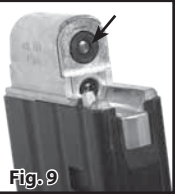

Fig. 9
2. Aplique una gota de RMCOIL en la junta tórica del cargador (Fig. 9).